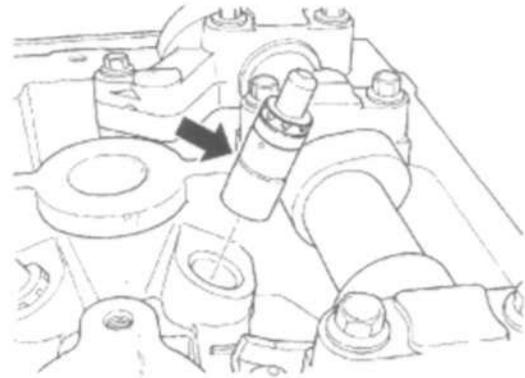

Рис. 30 Гидравлический регулятор зазора привода клапанов
- (1) Снять крышку головки блока (см. п.9. ДВИГАТЕЛЬ/ КРЫШКА(И) ГОЛОВКИ БЛОКА СНЯТИЕ).
- (2) Снять распределительные валы (см. п.9. ДВИГАТЕЛЬ/ ГОЛОВКА БЛОКА/ РАСПРЕДЕЛИТЕЛЬНЫЙ ВАЛ(Ы) СНЯТИЕ).
- (3) Снять коромысло (см. п.9. ДВИГАТЕЛЬ/ГОЛОВКА БЛОКА / КОРОМЫСЛА - СНЯТИЕ).
- (4) Снять гидравлический толкатель (Рис. 30).
- (5) Повторить операцию снятия для каждого гидравлического толкателя.
- (6) При повторном использовании пометить каждый гидравлический толкатель для установки в первоначальное положение. Обслуживание толкателей производится в узле.
- (1) Установить гидравлический толкатель (Рис. 30). Убедиться, что толкатели заполнены моторным маслом по меньшей мере наполовину. Это можно проверить путем нажатия на толкатель, ход плунжера при этом должен быть незначительным или отсутствовать совсем.
- (2) Установить коромысло. (см.п.9. ДВИГАТЕЛЬ/ГОЛОВКА БЛОКА /КОРОМЫСЛА УСТАНОВКА).
- (3) Повторить операцию установки для всех гидравлических толкателей.
- (4) Установить распределительные валы (см. п.9. ДВИГАТЕЛЬ/ ГОЛОВКА БЛОКА/ РАСПРЕДЕЛИТЕЛЬНЫЙ ВАЛ(Ы) УСТАНОВКА).
- (5) Установить крышку головки блока (см. п.9. ДВИГАТЕЛЬ/ КРЫШКА(И) ГОЛОВКИ БЛОКА – УСТАНОВКА).